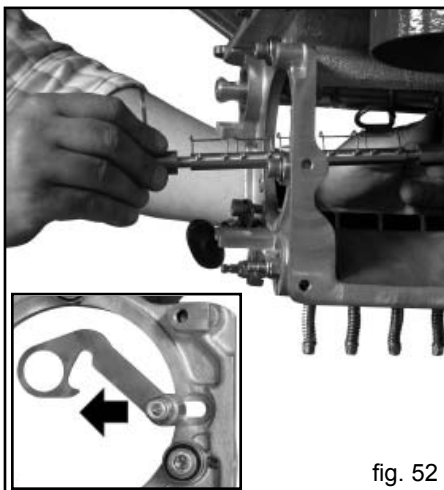

fig. 52
- 4) Estrarre l'albero degli elementi elastici dalle sedi (Fig. 52).